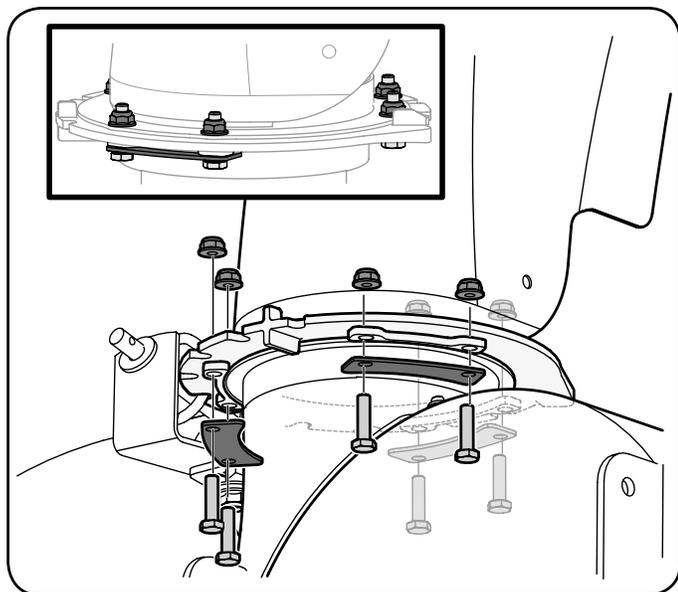

Рисунок 3-18
- Используя два ключа на $\frac{7}{16}$ » (11 мм), притяните желоб к кольцу с помощью трех фланцедержателей и шести винтов с шестигранной головкой с фланцевыми гайками, как показано на рис. 3-18.